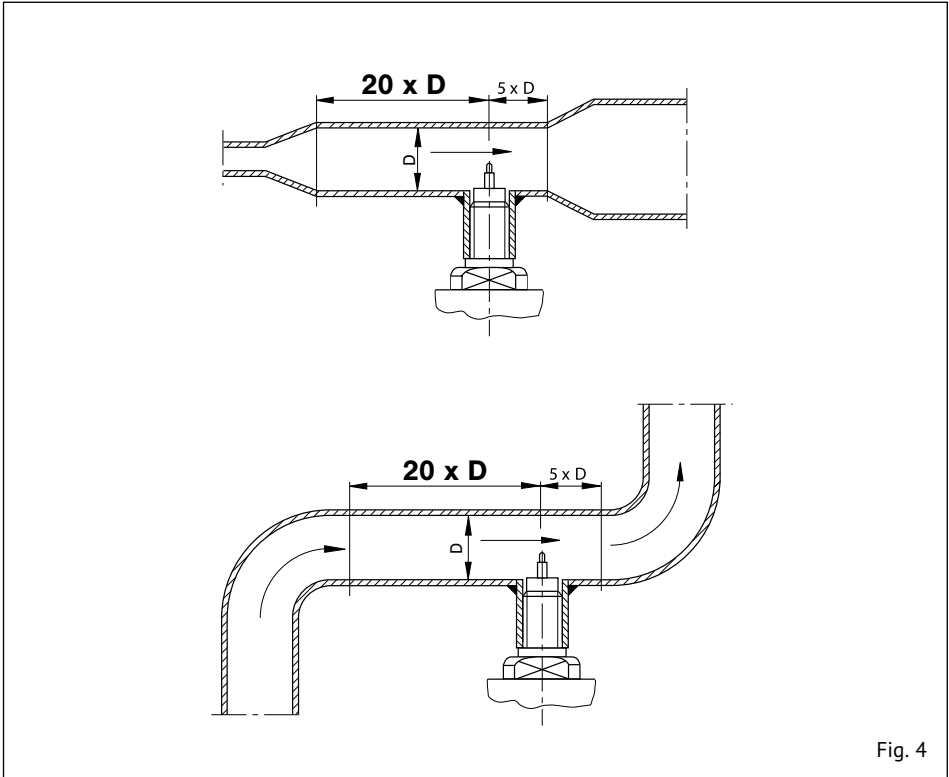

Fig. 4
- Um Strömungsturbulenzen an den Messführern zu vermeiden, den Durchflussmesser nur in gerade Rohrleitungen einbauen. Auf ausreichenden Abstand zu Querschnittsänderungen, Rohrkrümmungen und Ventilen/Schiebern achten (siehe Fig. 4).
- The flow meter should be installed only in a straight section of piping. To avoid any effects of turbulence there should be a specific distance before and a specific distance after the flow meter before or after any bends, valves and changes in pipe diameter (see fig. 4).